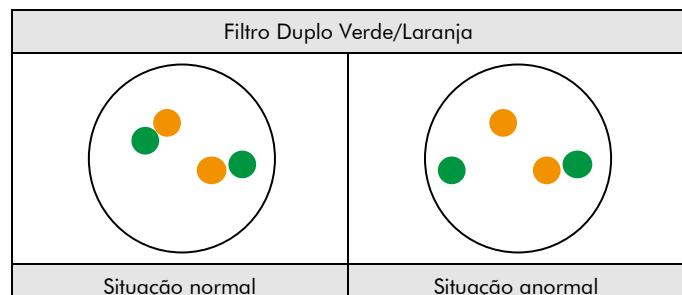

Fig. 2: Resultados esperados em núcleos normais e anormais
**Situação normal:** Em interfases de células normais ou em células sem translocação envolvendo a região do gene ETV6, são visíveis dois sinais de fusão verde/laranja (ver Fig. 2).
**Situação anormal:** Uma região do gene ETV6 afetada por uma translocação é indicada por um sinal verde e laranja separados (ver Fig. 2).